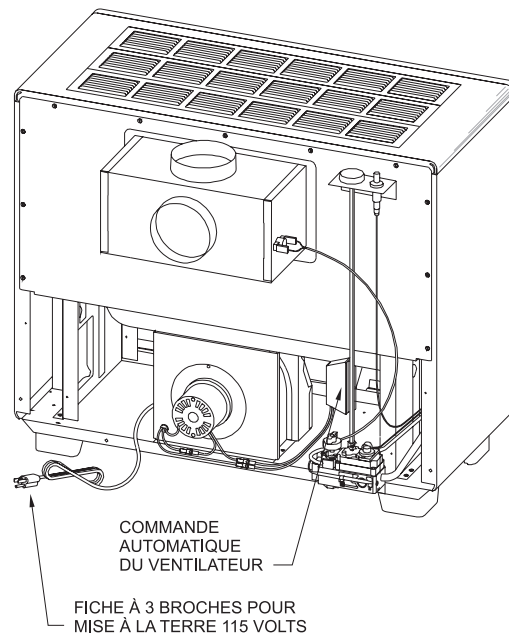

Figure 8
3. Aligner la cage de la soufflerie avec le coussin de la soufflerie et utiliser 2 vis à tête hexagonale #10 x 1/2" (13mm) pour attacher la cage de la soufflerie à l'assemblage inférieur. (Voir Figure 8).